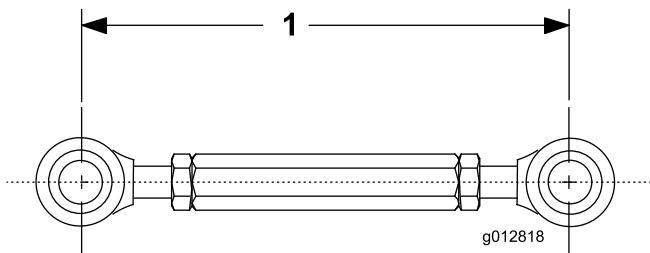

図 9
4. ねじ山付きリンクの長さを 190mm にセットしてジャムナットを締めつける図 9。